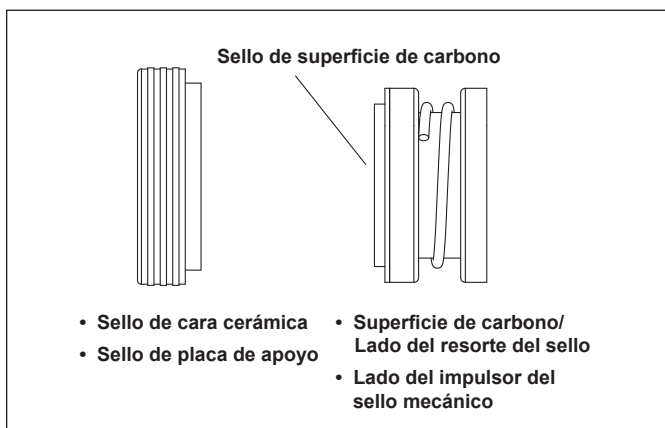

Figura 9. Reemplace el sello mecánico
1. Presione la mitad del nuevo sello de superficie carbono (vea la Figura 9) en el eje del motor con un movimiento de torsión. Asegúrese de que la superficie de carbono quede mirando hacia el anillo de cerámica en la placa de apoyo.
2. Retire la mitad del sello de superficie de carbono del eje del motor. Consulte la Figura 9. Éste es un sello con resorte. Sujete la parte del sello más cercana al cuerpo del impulsor y quite el sello con un movimiento de torsión.